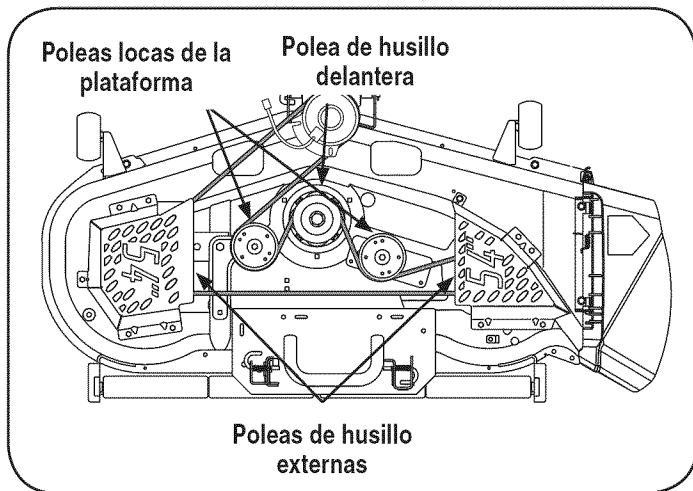

Figura 16
- Para colocar la correa nueva, comience pasándola alrededor de las dos poleas de husillo externas, luego alrededor de la polea de husillo delantera, como se ve en la Figura 16.
- Pase luego la correa alrededor de las dos poleas locas de la plataforma, como se ve en la Figura 16.